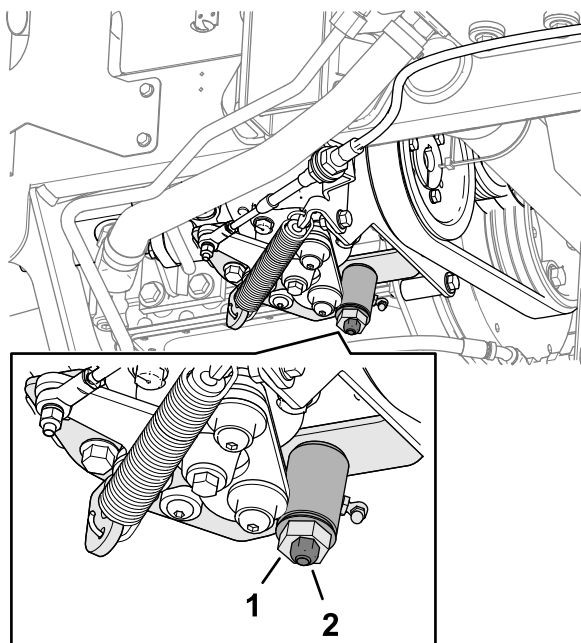

Figura 76
3. Serrate il dado di bloccaggio sulla camma di regolazione della trazione. (Figura 76).